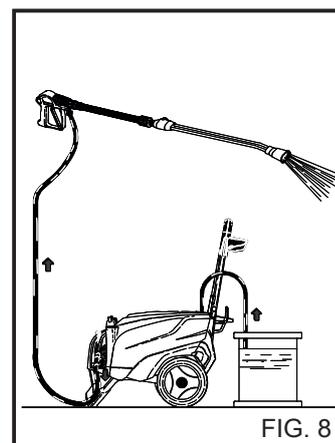

FIG. 8
Nach Benutzung eines Reinigungsmittels muß der Absaugzyklus mit sauberem Wasser nachgespült werden. (fig. 8).
- 1) Nach einem Waschvorgang mit Reinigungsmittel den Absaugzyklus nachspülen; das Absaugrohr (Fig.8) in einen Kanister mit sauberem Wasser stecken und die Pumpe bei völlig geöffnetem Dosierhahn und bei Lanze in Reinigungsmittel-Abgabeposition eine Minute lang laufen lassen.
4) Nach einem Waschvorgang mit Reinigungsmittel den Absaugzyklus nachspülen; das Absaugrohr (fig.8) in einen Kanister mit sauberem Wasser stecken und die Pumpe bei völlig geöffnetem Dosierungshahn und bei Lanze in Reinigungsmittel-Abgabeposition eine Minute lang laufen lassen.